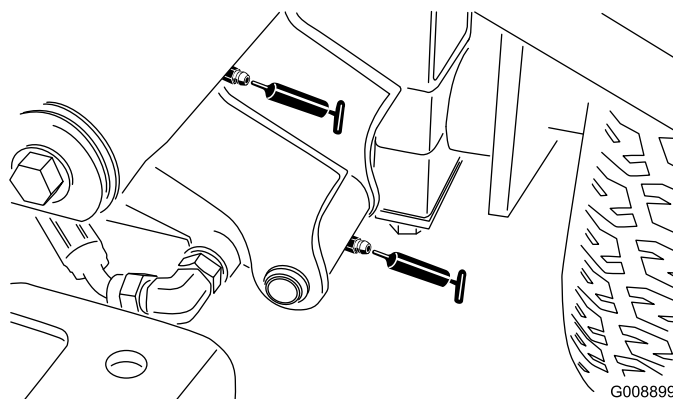

Figura 36
- Pivote y cilindro de elevación del brazo de elevación delantero izquierdo (2) (Figura 36)